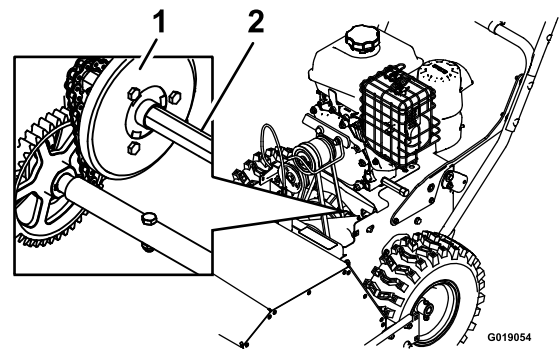

Figura 21
4. Intingete un pennello a punta fine lungo e pulito nell'olio motore per automobili e lubrificate leggermente l'albero esagonale (Figura 21).
**Importante:** Evitate che la ruota in gomma o la piastra di alluminio della frizione vengano a contatto con l'olio, dal momento che la trazione potrebbe slittare (Figura 21).